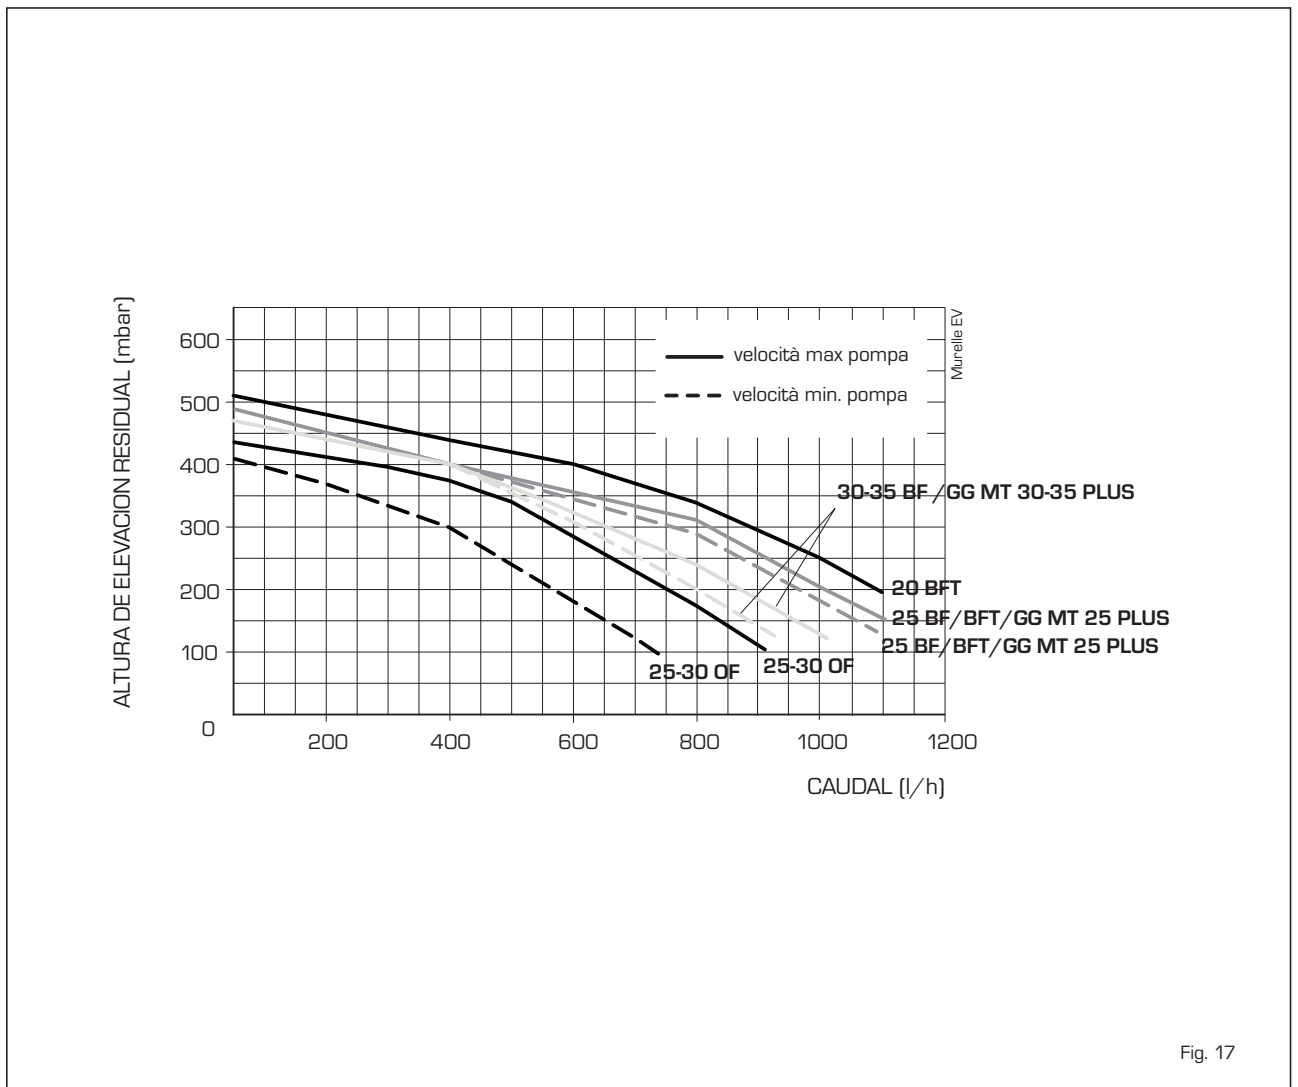

Fig. 17
**3.10 ALTURA DE ELEVACION DISPONIBLE EN LA INSTALACION (fig. 17)**
La prevalencia residual para la instalación de calefacción está representada, en función de la capacidad, del gráfico de la fig. 17.